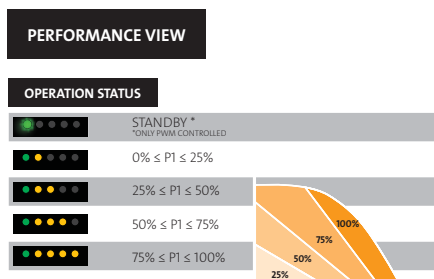

Abb. 27 Betriebsbereich in Abhängigkeit von der Leistungsaufnahme
- Ist die Umwälzpumpe in Betrieb, leuchtet die Meldeleuchte 1 grün. Die vier gelben Meldeleuchten zeigen die aktuelle Leistungsaufnahme, P1, entsprechend der nachfolgenden Tabelle an. Siehe Abb. 27.